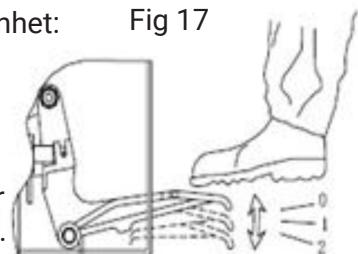

Fig 18
- b). Tryck pedalen hela vägen ner (Fig 17, position 2), en stark luftstöt ska komma från hålen i de fyra hakarnas låsreglage (Fig 18).